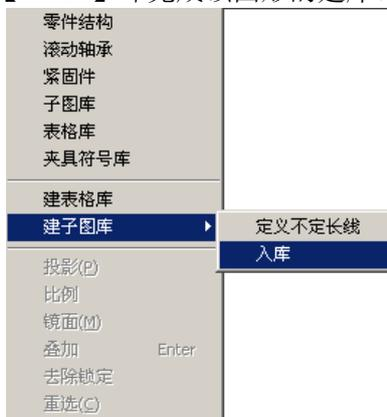

图4.2-62
子图的建库方法：欲将图 4.2-62 的图形建在“子图库”中，其过程是首先将该图形画好，并标注尺寸，图中 AB (EF) 与 CD (GH) 如果有尺寸，应象 BC (FG) 一样标一线性尺寸，如果没有确定的尺寸值，则可不标注尺寸，在建库时将该线定义为“不定长度线”即可。
定长线”即是用来定义那些长度不确定(在调用时根据实际情况来确定)的线,定义的方法很简单,单击〈定义不定长线〉,将光标移到线的端点,单击鼠标左键或按回车即可,这时在该端点上就有一个闪动的小红点。在图 4.2-62中,将光标上到 A 点,单击鼠标左键或按回车即可,用相同的方法定义 M 点、E 点、D 点、N 点和 H 点,那么在 A、M、E、D、N、H 等处就有一小红点闪动,表明这些点在调用时可顺着该点所在直线的方向自动延伸到其最近的图素与之相交。如果图形中没有长度不确定的线,这一步操作可省略。